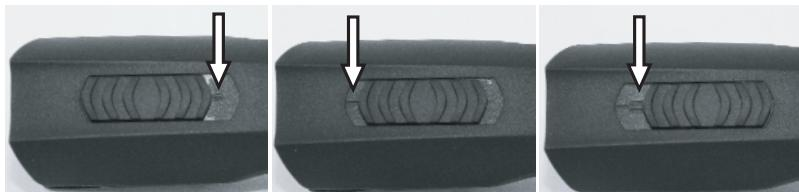

Abb. 4 Schiebeschalter
1. Die Kontakte der Schermaschine (1) und des Akkus (2) auf Fremdkörper und Verschmutzung überprüfen.
2. Sicherstellen, dass der Schalterschieber der Schermaschine in Position AUS („0“) steht (Abb. 4).
1. Schiebeschalter auf Position „0“ schieben (Abb. 4).
2. Die Akkuverriegelung (2) beidseitig nach innen drücken und Akku (1) aus der Schermaschine ziehen.